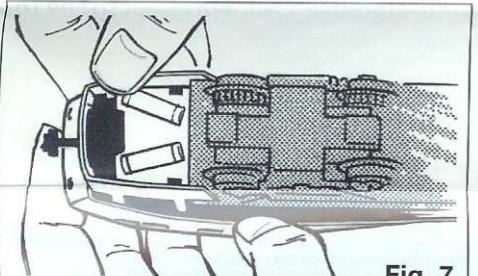
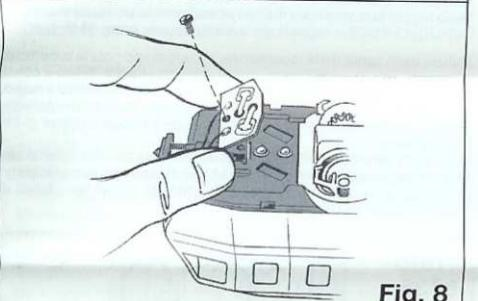
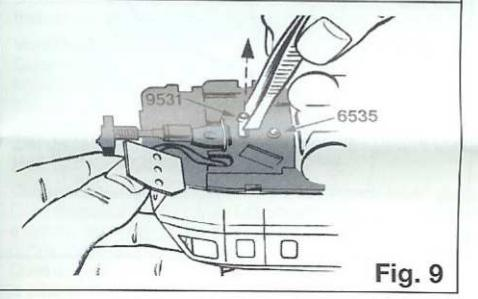

Fig. 7
Fig. 8
Fig. 9
**Lampenwechsel:** Die Spitzenbeleuchtung an den Stirnseiten wechselt mit der Fahrrichtung von **vorwärts weiß** auf **rückwärts rot**. Schürze nach unten abziehen (Bild 7). Schaltplatine durch Lösen der Schraube abheben (Bild 8). Dabei darauf achten, daß Kupplungsdeichsel und Rückstellfeder nicht verloren gehen. Mit Pinzette Lampen herausnehmen und austauschen.
**Changing the Bulbs:** The headlights at each end change with the direction of travel, **forwards white, backwards red**. Pull the skirting downwards (fig. 7). By undoing the screw, lift off the switchplate (fig. 8), making sure that the coupling bar and the centreing spring do not fall out. Using tweezers, lift out the bulb and exchange (fig. 9).
**Remplacement des lampes:** Les feux aux extrémités du covo s'inversent au changement de sens de circulation passent du **blanc en marche avant au rouge en marche arrière**. Retirer la jupe par dessous (fig. 7). Démonter la platine de contact en enlevant la vis (fig. 8). Veiller à ne pas perdre le timon d'attelage et le ressort de rappel. Enlever la lampe avec une pince et remplacer (fig. 9).
**Het vervangen van de lampjes:** De frontseinen (koplampen) van het treinstel branden afhankelijk van de rijrichting voor: **wit en achter: rood**. Kapje naar beneden trekken (fig. 8). Printplaat losschroeven en verwijderen (fig. 8). Let daarbij op, dat het koppelingsmechaniek en de stelveer niet zoek raken. Met een pincet de lampjes verwijderen en omruilen (fig. 9). Voor het vastschroeven van de print er op letten, dat deze zuiver op de wagenbodem aansluit.
**Udskiftning af pærer:** Belysningen verksler med kørerelningen fra fremad hvid og til baglæns rød. Skørlet trækkes nedenud (fig. 7). Skruen løsnes og pladen løftes af (fig. 8). Pas på de små dele. Pæren udskifles med en pincel (fig. 9).
**avanti bianca e indietro rossa.** Sfilare il grembiule dal basso (fig. 7). Togliere la scheda, avitando la vite (fig. 8), avendo cura di non perdere il timone di accoppiamento e la molla di richiamo. Staccare il lampadina con l'aiuto di una pinzetta sostituirlo (fig. 9).